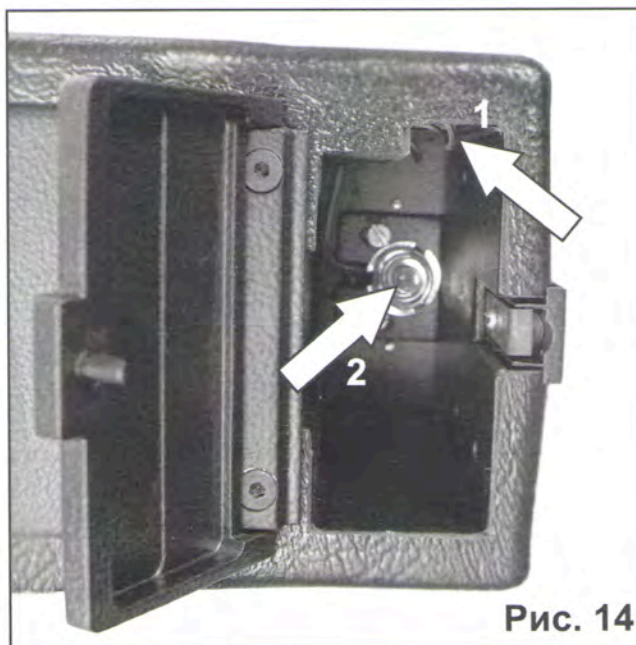

Рис. 14
- проверьте исправность двух пружинных контактов в фигурной выемке в верхней части батарейного отсека, (см поз. 1 на рис. 14);
- проверьте исправность пружины на дне батарейного отсека (см. поз. 2 на рис. 14).